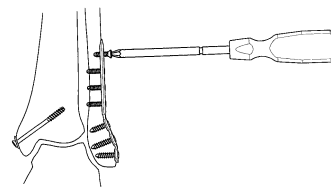

図 22
- 1) 3.5 コーティカルスクリュー/4.0 キャンセラスクリュー/4.0 キャニュレイテッドキャンセラスクリューを六角 2.5 ドライバーにて抜去し、プレートを抜去します。(図 22)